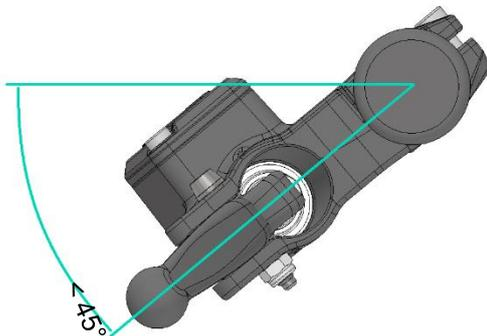

Abbildung 3 - Ausrichtung Bremsarmatur zur Horizontalen
4. Die Armatur sollte einen Winkel von  $45^\circ$  zur Horizontalen nicht unterschreiten (siehe Abbildung 3, S. 6).